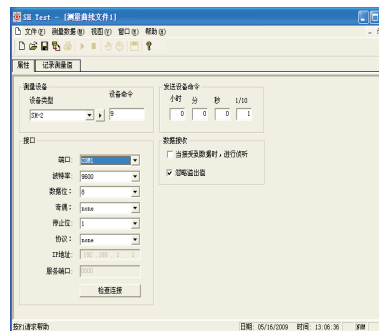

图 17
- F、选择测量曲线文件后，在设备类型中选择相对应的型号，在端口中选择电脑相应串口，并在设备发送命令中设置好电脑采集力值信号的时间。1/10为0.1秒（如图17：时为0，分为0，秒为0，1/10为1则电脑取点时间=0.1秒）；